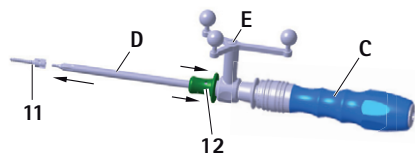

Fig. 9 Pegar no parafuso S⁴C com a chave de parafusos S⁴C
- ▶ Puxar para trás e segurar a manga de fixação 12 na chave de parafusos S⁴C D, ver Fig. 9.